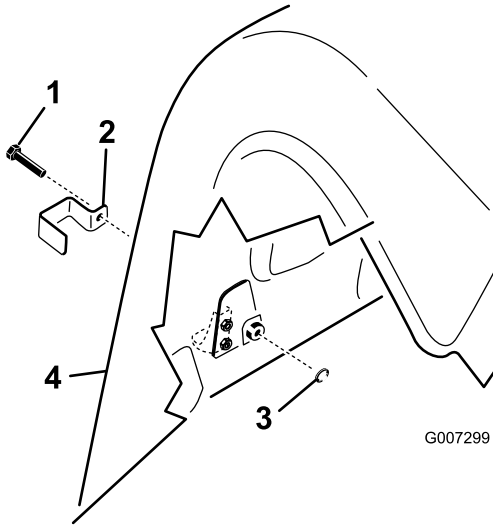

图 18
1. 在 ProCore 864 型号上使用带头螺栓共 4 个将锁定支架安装到左、右后下机罩和上机罩栓锁的上方请参阅图 18。
2. 在 ProCore 1298 型号上使用带头螺栓每个打孔头 3 个共 6 个将锁定支架安装到左、右后盖上的所有后下机罩门锁和外侧上机罩门锁请参阅图 18。
3. 用钳子或可调扳手将内锁定垫圈拧到各个螺栓 12 个螺纹以固定门锁图 18。